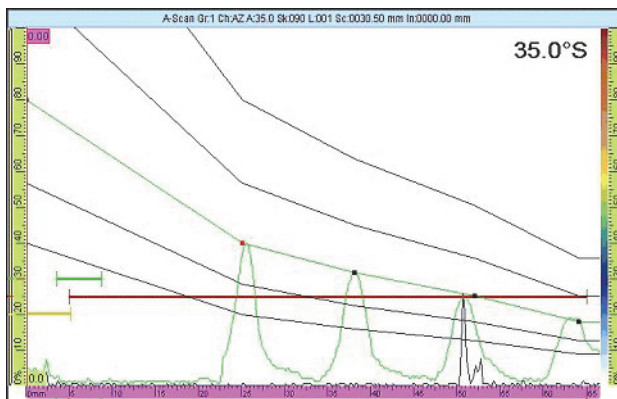

Рис. 6-8 Проверка кривой DAC
3. Выполните сканирование каждого отражателя и убедитесь, что все они находятся на кривой DAC (см. Рис. 6-8 на стр. 186).